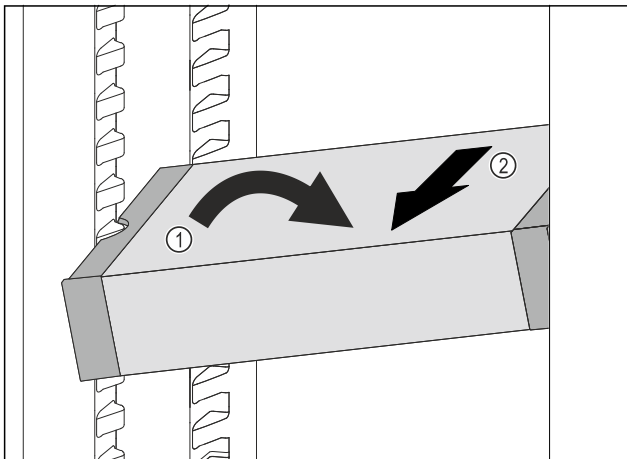

Fig. 103
- Incliner le VarioSafe dans la partie réfrigérateur. Fig. 103 (1)
- Sortir le tiroir VarioSafe par l'avant. Fig. 103 (2)